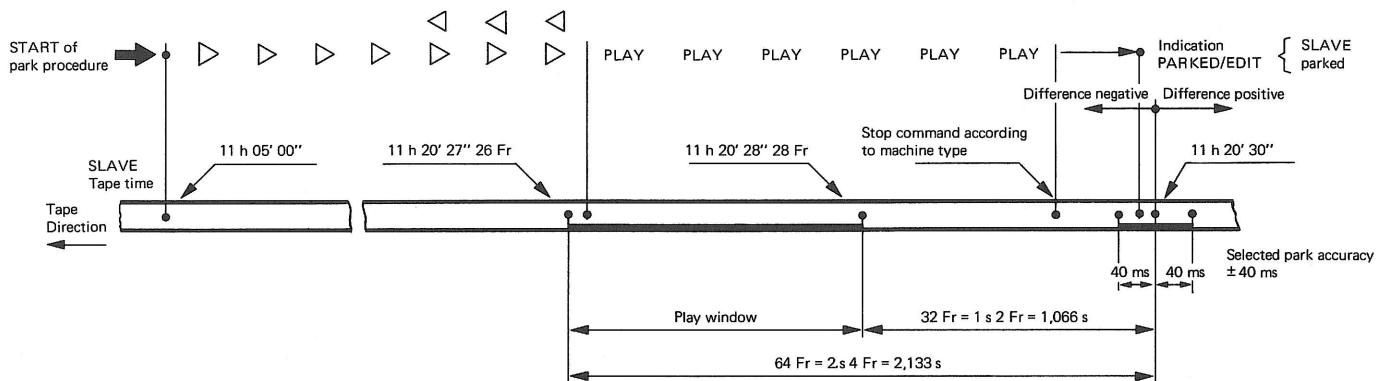

Fig. 2.5 B
Primär erfolgt der Parkeinlauf durch "Fast Forward/Rewind-Schalten" der Wickelmotoren. Ab einer Differenz zum Parkpunkt von -64 bis -32 Frames (entsprechend -2,56 bis -1,28 sec im 25 Frames/sec-Code, siehe Fig.2.5), fährt der SLAVE in PLAY bis zum Erreichen des Parkpunktes. Das Parkfenster (Parkgenauigkeit) kann mit den DIL-Schaltern auf Print 478, Pos. 19 eingestellt werden (siehe Beschreibung der DIL-Schalter). Um eine, vom Maschinentyp und der Bandsorte abhängige Zeit vor dem Parkpunkt wird der STOP resp. EDIT-Befehl ausgelöst. Beim Stillstand der Maschine vergleicht der Rechner die erreichte Parkdifferenz mit dem eingestellten Sollwert. Ist der erreichte Wert grösser als der Sollwert, erfolgt automatisch eine entsprechende Korrektur des recheninternen Parkvorhaltespeichers, und ein zweiter Parkablauf wird eingeleitet. Da nach dem Einschalten des Netzes alle Speicher auf Null gesetzt werden, ist beim ersten Parkieren des SLAVE meist ein zweiter Parkablauf nötig, um den Parkvorhaltespeicher einzuschreiben. Der im Speicher eingeschriebene Wert bleibt solange erhalten, bis eine Korrektur nötig oder zur Erhöhung der Parkgenauigkeit verlangt wird. (Siehe Tasten EDIT MODE und START EDIT MODE, Kap. 5.1.2).
The approach to the parking point is effected principally by automatically alternating "fast forward/rewind" of the spooling motors. When the difference from the park point is between -64 and -32 frames (equivalent to -2.56 to -1.28 sec in 25 frames/sec-code, see Fig. 2.5), the SLAVE runs in the PLAY mode until the parking point is reached. The parking accuracy can be adjusted with the DIL switches on card 478, pos. 19 (see description of DIL switches). The command STOP or EDIT is activated before reaching the park-point with a lead time which depends on the machine and the type of tape. When the machine is stationary, the computer compares the difference with the prescribed set point. If the value reached is greater than the set point, the park-point-memory inside the computer is corrected automatically, and the parking sequence is repeated. As all memories are set to zero when the mains supply is switched on, a second attempt to park the SLAVE is usually necessary in order to update the lead time in the park-point-memory. The value read into the memory remains valid until a correction is required. (See buttons EDIT MODE and START EDIT MODE, section 5.1.2).